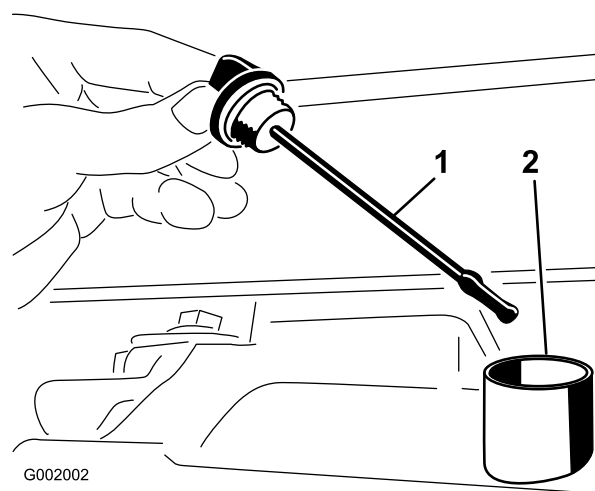

図 67
- トランスアクスルのディップスティックを抜き、ウェスで一度きれいに拭く (図 67)。